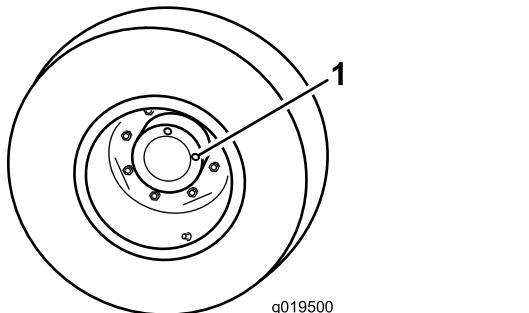

Figura 88
1. Con la macchina parcheggiata su una superficie piana, posizionate la ruota in modo che un tappo (Figura 88) si trovi nella posizione ore 12 e l'altro ore 3.
1. Tappo di controllo/spurgo (2)
2. Rimuovete il tappo a ore 3 (Figura 88).